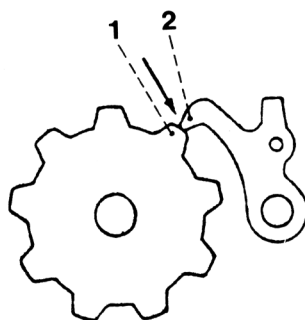

Рис. 2b
Палец манипулятора 2 не должен касаться кулачка регулятора стежка “зиг-заг”, стоящего в верхней точке. (рис. 2b).
- Открутить винт 6, пока он не коснется широкого края кулачка регулятора стежка “зиг-заг” 7, и пока между пальцем манипулятора 2 и верхней точкой кулачка регулятора стежка “зиг-заг” 1 не установится расстояние 0,1 - 0,2 мм (рис. 2b).
Расстояние между пальцем манипулятора 2 и верхней точкой кулачка регулятора стежка “зиг-заг” должно составлять 0,1 - 0,2 мм (рис. 2b).